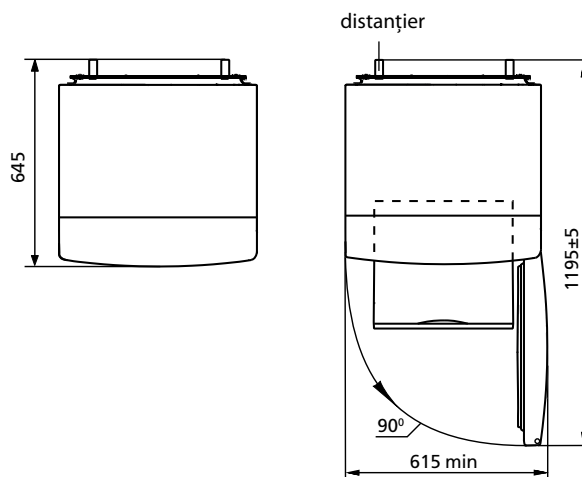

Figura 2 – Frigider (vedere de sus)
1.3 Spațiul total necesar pentru funcționarea frigiderului se determină de dimensiunile, indicate în milimetri în figura 2. Pentru extragerea liberă a componentelor din frigider este necesar de deschis ușa la unghiul nu mai mic de 90°.